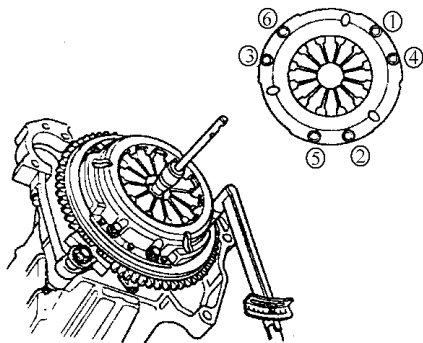

图 4-22 按交叉方式扭紧装配螺栓
- 4) 如图 4-22 所示，按交叉方式，锁紧装配螺栓，分多步拧紧螺栓，以防止膜片弹簧翘曲变形。压板装配螺栓力矩：25N·m。